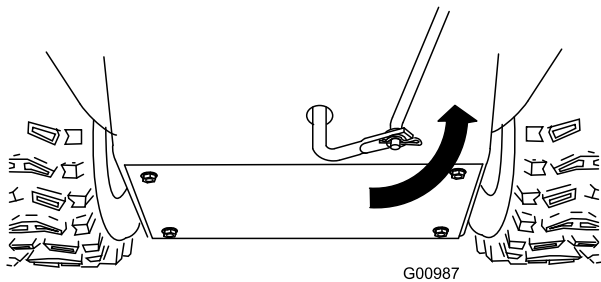

Bild 7
- Drehen Sie den unteren Gestängearm ganz nach oben (nach links) (Bild 7).